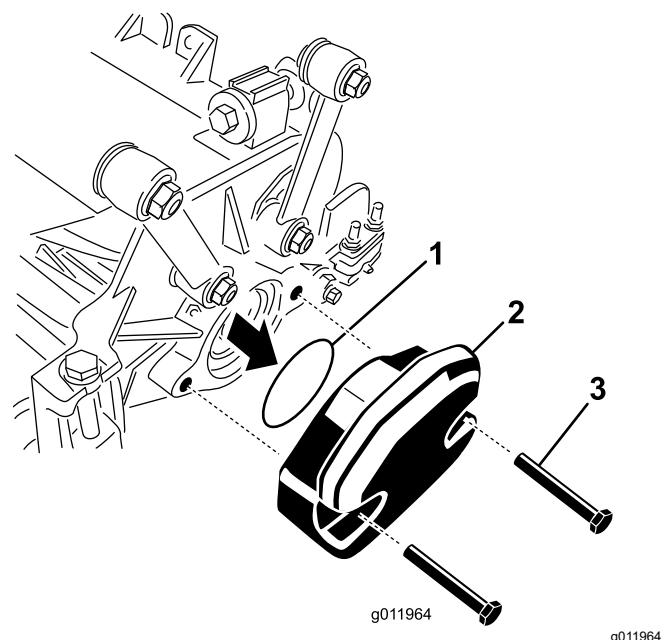

Figure 22
- Retirez la masse et le joint torique (Figure 22) de l'extrémité intérieure de l'unité de coupe droite.